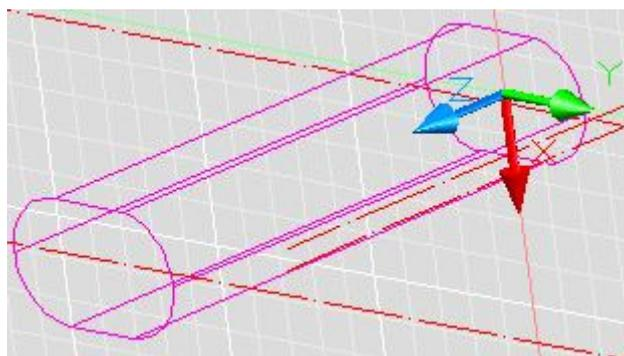

Рис.19
22. Выбираем команду  или в командной строке вводим **EXTRUDE**, по запросу выделяем данный контур, затем указываем высоту выдавливания **130** и угол скосов **<0>** (см. рис. 19).